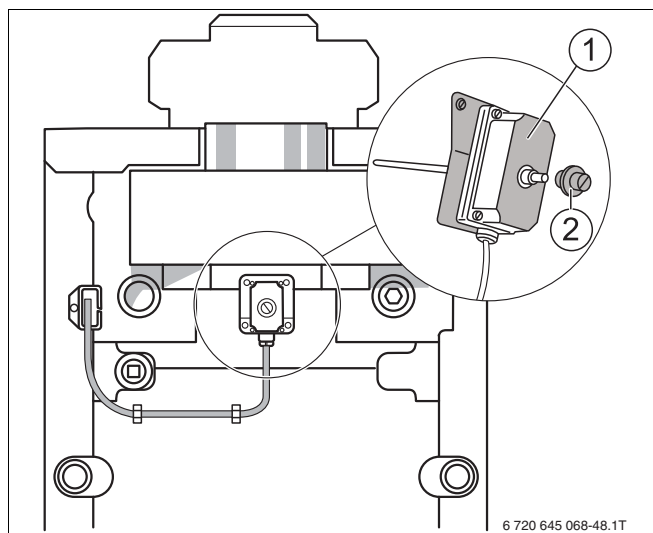

Рис. 3 Система контроля дымовых газов AW 10
- На системе дымовых газов AW 10 (Рис. 3) примерно через две минуты снимите защитный колпачок (Рис. 3, поз. 2) и нажмите разблокировочный штифт (Рис. 3, поз. 1).